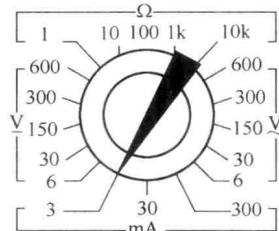

图 1-10 直流电流测量挡示意图
(4) 直流电流测量的功能。该测量功能用来测量直流电流大小。万用表转换开关置于直流电流挡，即“mA”挡，如图 1-10 所示。这一测量挡有许多挡位，测量不同电流大小时合理选择不同的测量挡位，使指示精度最高。